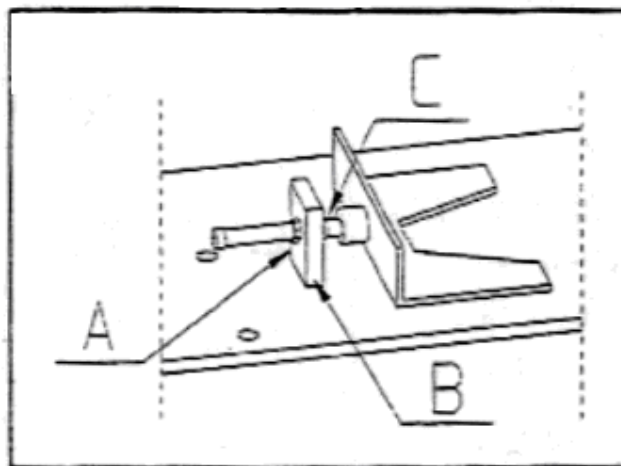

Рис. 32
- Ослабьте гайку "А" на блоке "В" (Рис. 32).
Примечание: Блок натяжного устройства (Рис. 32) может иметь разное расположение и различное количество деталей в зависимости от типа печи, но принцип натяжения остается неизменным.